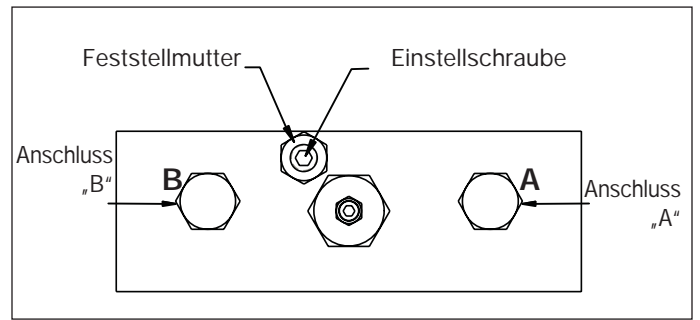

Abb. 11, Einstelldetails, Druckbegrenzungsventil an der Rücklaufseite
3. Um die Einstellung zu ermöglichen, lösen Sie die Feststellmutter der Einstellschraube am Druckbegrenzungsventil an der Rücklaufseite (siehe Abb. 11).